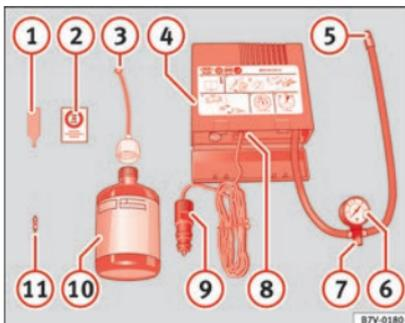

Abb. 89 Prinzipdarstellung: Bestandteile des Pannensets
Das Pannenset befindet sich im Gepäckraum unter dem Bodenbelag. Es besteht aus folgenden Bestandteilen » Abb. 89:
Den Reifenfüllschlauch » Abb. 89 ⑤ wieder anschließen und den Reifendruck an der Reifendruckanzeige ⑥ ablesen.